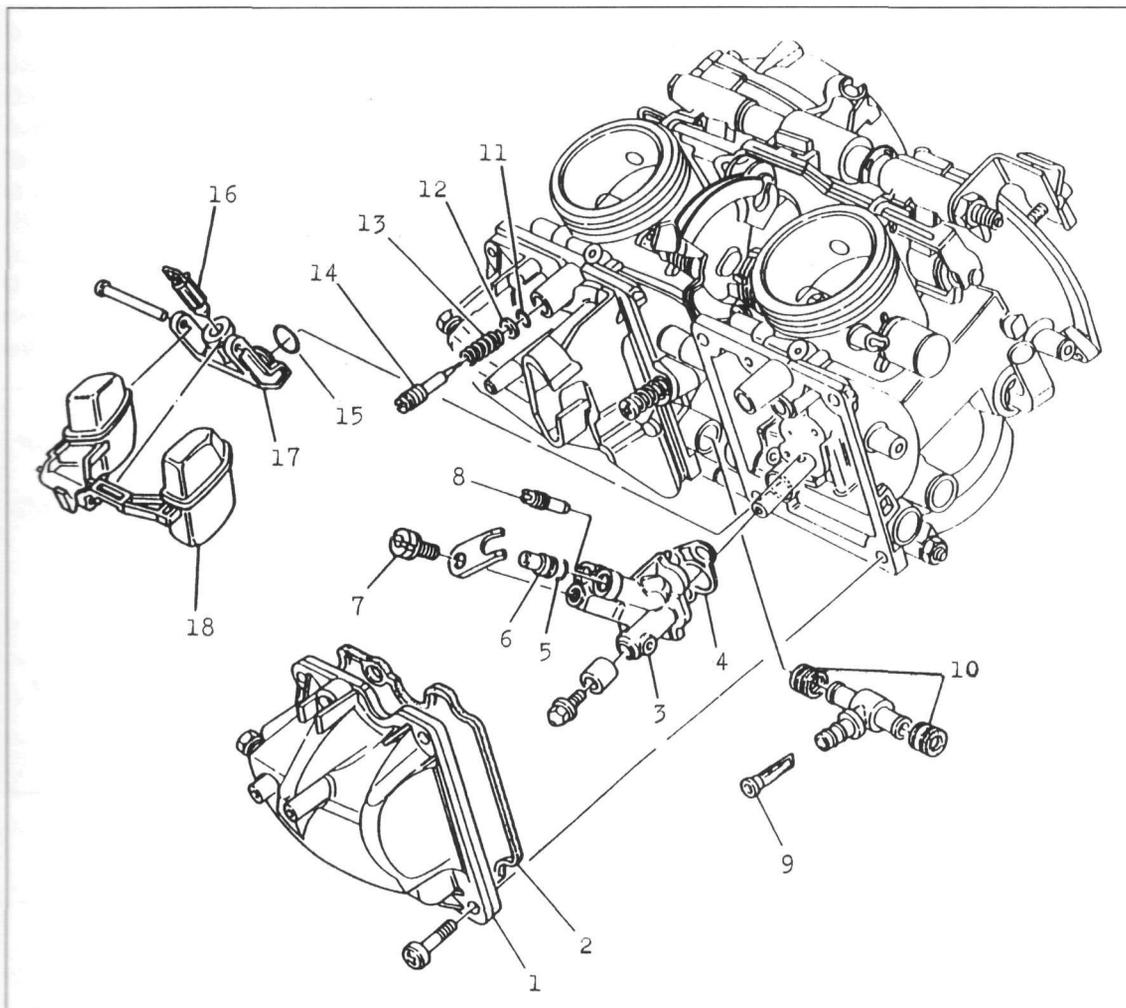

Bild 66
- Die Schlauchschellen der Gummistutzen zum Luftfiltergehäuse hin lockern (Bild 66).
- Düsen gegebenenfalls mit leicht geölten O-Ringen eindrücken und eindrehen (Bild 66).